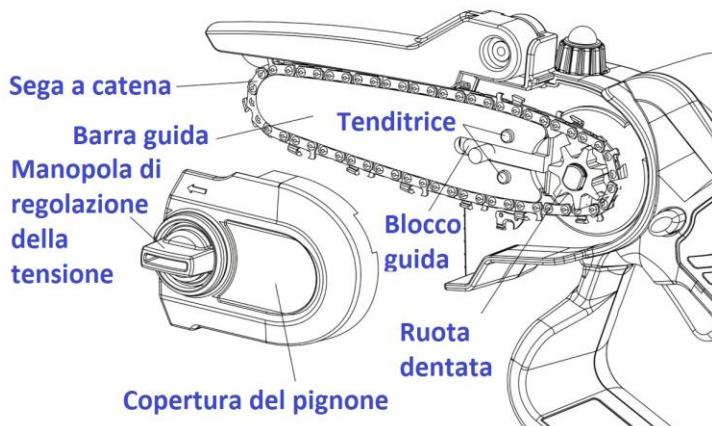

Fig. 14
- Sostituire la catena della sega (Fig. 14):
- 2) Allentare la manopola di regolazione della tensione della catena (11).
- 3) Rimuovere il coperchio del pignone (10) e la manopola di regolazione della tensione (11).
- 4) Rimuovere la catena della sega (13) e la barra di guida (12).
- 7) Rimontare il coperchio pignone (10) sulla motosega.
- 8) Serrare saldamente il coperchio del pignone (10) con la manopola di regolazione della tensione (11).